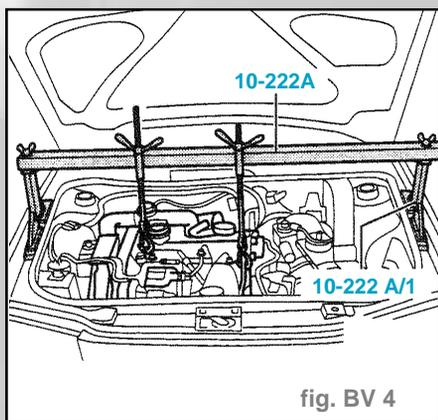

fig. BV 4
- Déposer les vis d'assemblage supérieures (1) moteur/boîte de vitesses.
- Dévisser le support de câbles (3) du démarreur, en haut (flèche) et le poser de côté.
- Dévisser la vis de fixation supérieure (2) du démarreur.
- Monter le dispositif de soutènement 10-222A avec les pieds 10-222 A/1 (fig. BV 4).